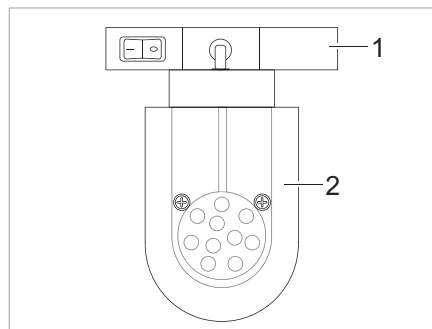

Bild 56 LED-Spotleuchte (Beispiel)
- Halterung (Bild 56,1) fassen und um 90° drehen.
- LED-Spotleuchte (Bild 56,2) aus Schienensystem entnehmen.
- LED-Spotleuchte (Bild 56,2) an gewünschter Position in das Schienensystem einsetzen und um 90° drehen.